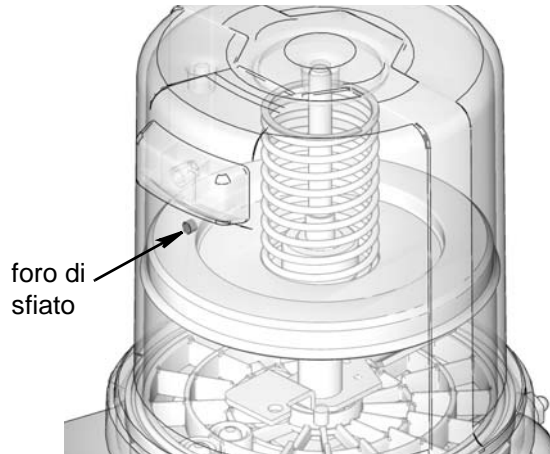

FIG. 15
3. Riempire il serbatoio di lubrificante finché il sigillo della piastra di inseguimento non apre il foro di sfiato (FIG. 15) e la maggior parte dell'aria viene espulsa dal serbatoio.